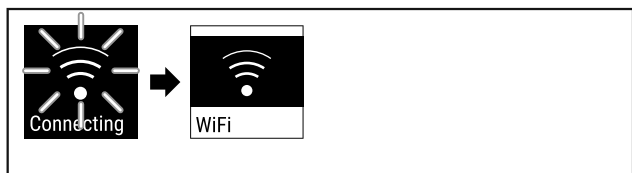

Fig. 76
- ▶ Lidhja do të vendoset (shihni Fig. 76).